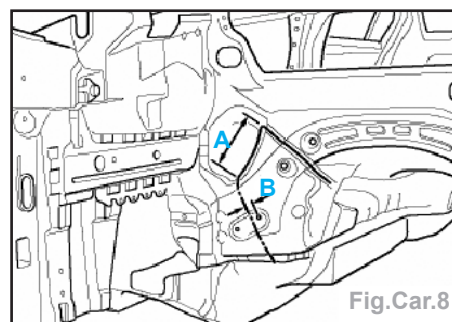

Fig.Car.8
- Tracer la jonction sur la doublure d'aile à droite et la découper (Fig.Car.8) :